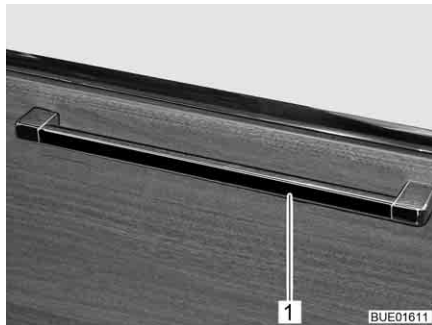

Bild 43 Möbelklappe mit Entriegelungsgriff
- Entriegelungsgriff (Bild 43, 1) je nach Einbaulage nach oben, zur Seite oder nach unten drücken und gedrückt halten.